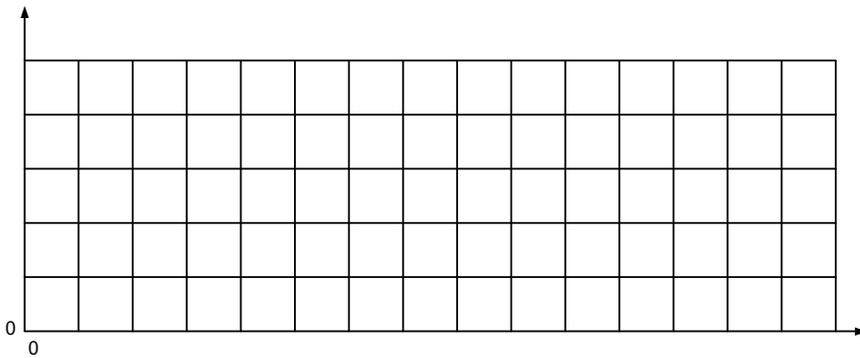

Figura 2.10 Diagrama espacio-tiempo
16. Trazar el diagrama espacio-tiempo del circuito, en la figura 2.10.